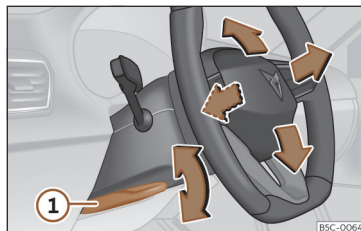

Fig. 86 Alavanca na parte inferior do lado esquerdo da coluna de direção
- Puxe a alavanca >>> **Fig. 86 ①** para baixo, mova o volante até à posição desejada e volte a subir a alavanca até ao ponto de fecho.
- Após ajustar a coluna da direção, empurre firmemente a alavanca >>> **Fig. 86 ①** para cima para que o volante não mude de posição acidentalmente durante o andamento.